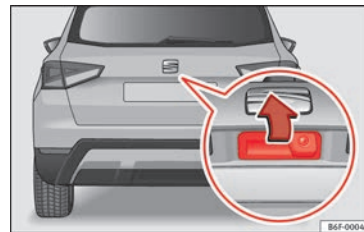

Fig. 6 Portellone posteriore: maniglia
Il sistema di apertura del portellone funziona elettricamente*. Si attiva premendo leggermente sulla maniglia » **fig. 6**.
- Aprire il portellone posteriore: premere leggermente sulla maniglia » **fig. 6**. Si apre automaticamente.